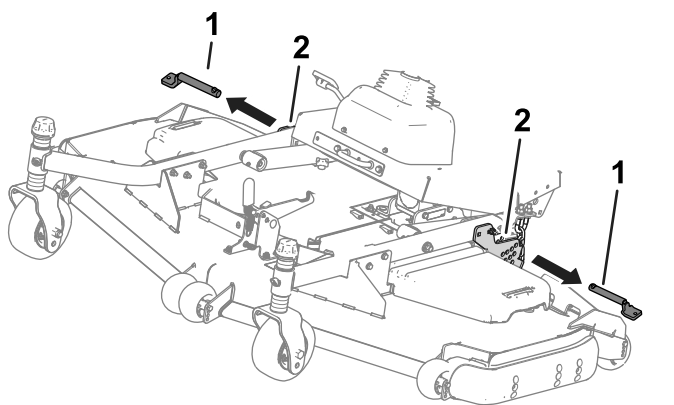

Рисунок 38
4. Извлеките штифты из пластин регулировки высоты скашивания (Рисунок 38).